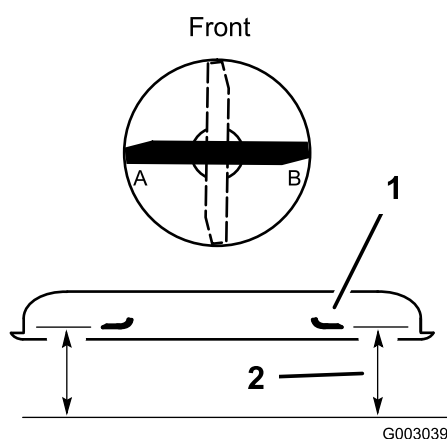

Figura 51
2. Coloque las cuchillas en posición lateral (Figura 51). Mida en las posiciones **A** y **B** (Figura 51) desde una superficie nivelada hasta el filo de corte de los extremos de la cuchilla (Figura 51).